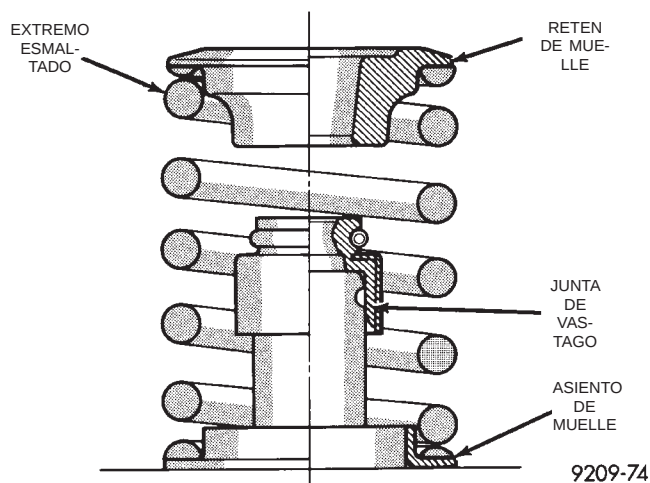

Fig. 100 Posición del muelle de válvula—instalado
(4) Instale el muelle de válvula con los extremos esmaltados mirando hacia los balancines (Fig. 100). Instale los muelles de válvula y retenes. Comprima los muelles de válvula sólo lo suficiente como para instalar los seguros, cuidando de no desalinear la dirección de la compresión. Los vástagos de válvula mellados pueden ser resultado de una desalineación del compresor del muelle de válvula.